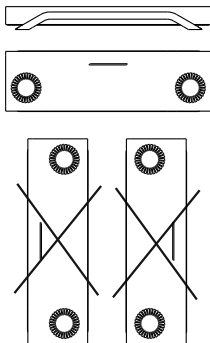

Fig. 1
- 6.3. A figura "Fig. 1" mostra as posições de funcionamento permitidas do dispositivo.